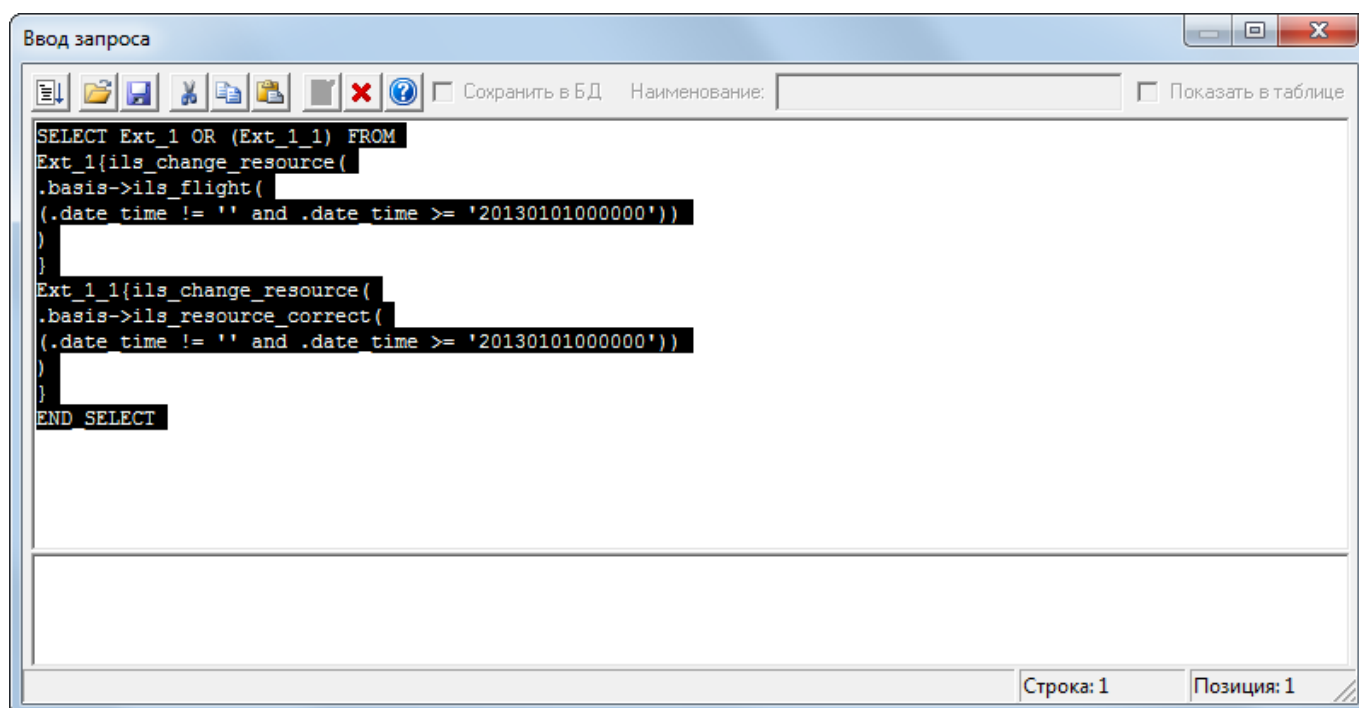

Рис. 7-34 – Текстовый редактор запросов
- 5) Откроется окно редактора запросов «Ввод запросов» (рис. 7-34).